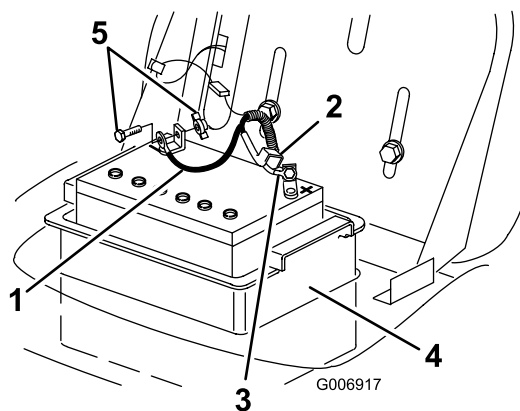

Figure 25
4. Débranchez le câble négatif (noir) de mise à la masse de la borne de la batterie (Figure 25).
- Repoussez le capuchon en caoutchouc sur le câble positif (rouge). Débranchez le câble positif (rouge) de la borne de la batterie (Figure 25).
- Sortez le compartiment de la batterie et la batterie du châssis (Figure 25).
- Placez le compartiment de la batterie et la batterie dans le châssis (Figure 25).
- Connectez le câble positif (rouge) à la borne positive (+) de la batterie à l'aide du boulon et de l'écrou à oreilles (Figure 25).
- Connectez le câble négatif (noir) à la borne négative (-) de la batterie à l'aide du boulon et de l'écrou à oreilles (Figure 25).